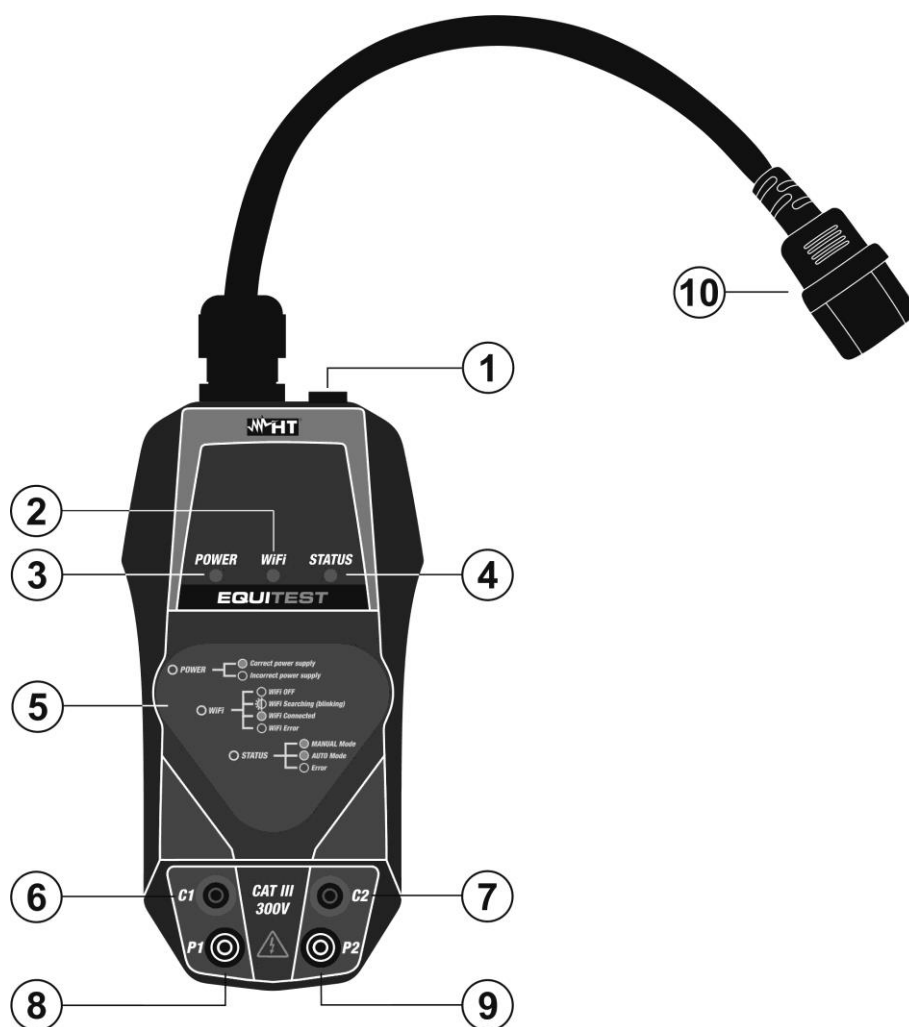
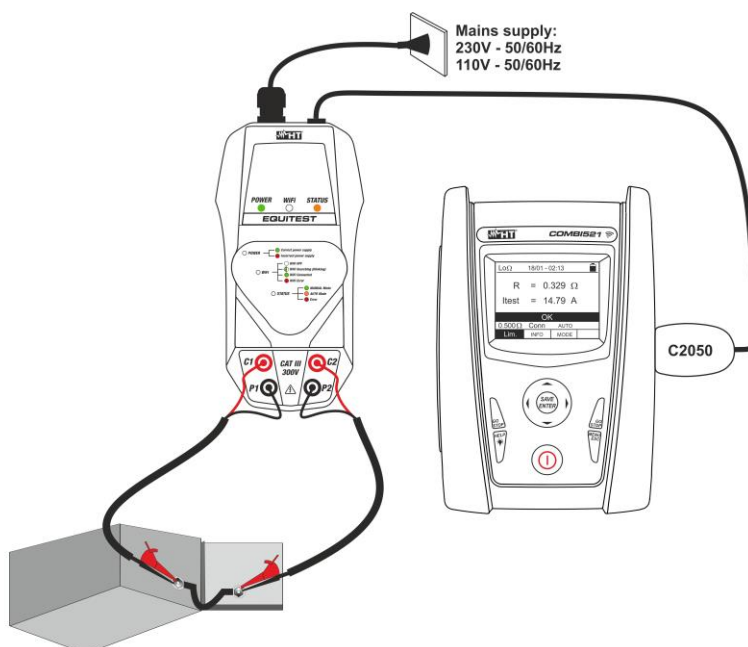

Fig. 1 Descripción del instrumento
Fig. 3 Uso del instrumento con unidad MASTER
1. Conecte el instrumento a la alimentación mediante el cable de red suministrado en dotación (vea la Fig. 1 – parte 10). El LED **POWER** se enciende en color **verde fijo** identificando la correcta tensión de alimentación, el LED **STATUS** se enciende en color **verde fijo** que identifica el funcionamiento del instrumento en **modo Manual** (ver el manual de instrucciones del instrumento MASTER), el LED **WiFi** se enciende en color **verde parpadeante** identificando que el instrumento está buscando realizar (si estuviera disponible) una conexión WiFi con un dispositivo móvil externo mediante la APP **HT Equitest** (ver § 5.2) y no tiene ninguna funcionalidad en conexión con el instrumento MASTER
2. Conecte el instrumento al instrumento MASTER (ver la Fig. 3) mediante el cable **C2050 suministrado en dotación** (ver la Fig. 1 – parte 1)
- las entradas **P1** y **P2** y los dos cables rojos en las entradas **C1** y **C2** (ver la Fig. 3)
5. Conecte los cocodrilos del conjunto de cables **C7000** al objeto en pruebas (ver la Fig. 3)
7. Con la selección del **modo Automático** en el instrumento MASTER (medida activada sin el uso de la tecla **GO/STOP**) verifique que el LED **STATUS** esté encendido en color **naranja fijo** y conecte los cocodrilos con los objetos en pruebas (ver la Fig. 3) para activar automáticamente el test
1. Conecte el instrumento a la alimentación mediante el cable de red suministrado en dotación (vea la Fig. 1 – parte 10). El LED **POWER** se enciende en color **verde fijo** identificando la correcta tensión de alimentación, el LED **STATUS** se enciende en color **verde fijo** que identifica el funcionamiento del instrumento en **modo Manual**